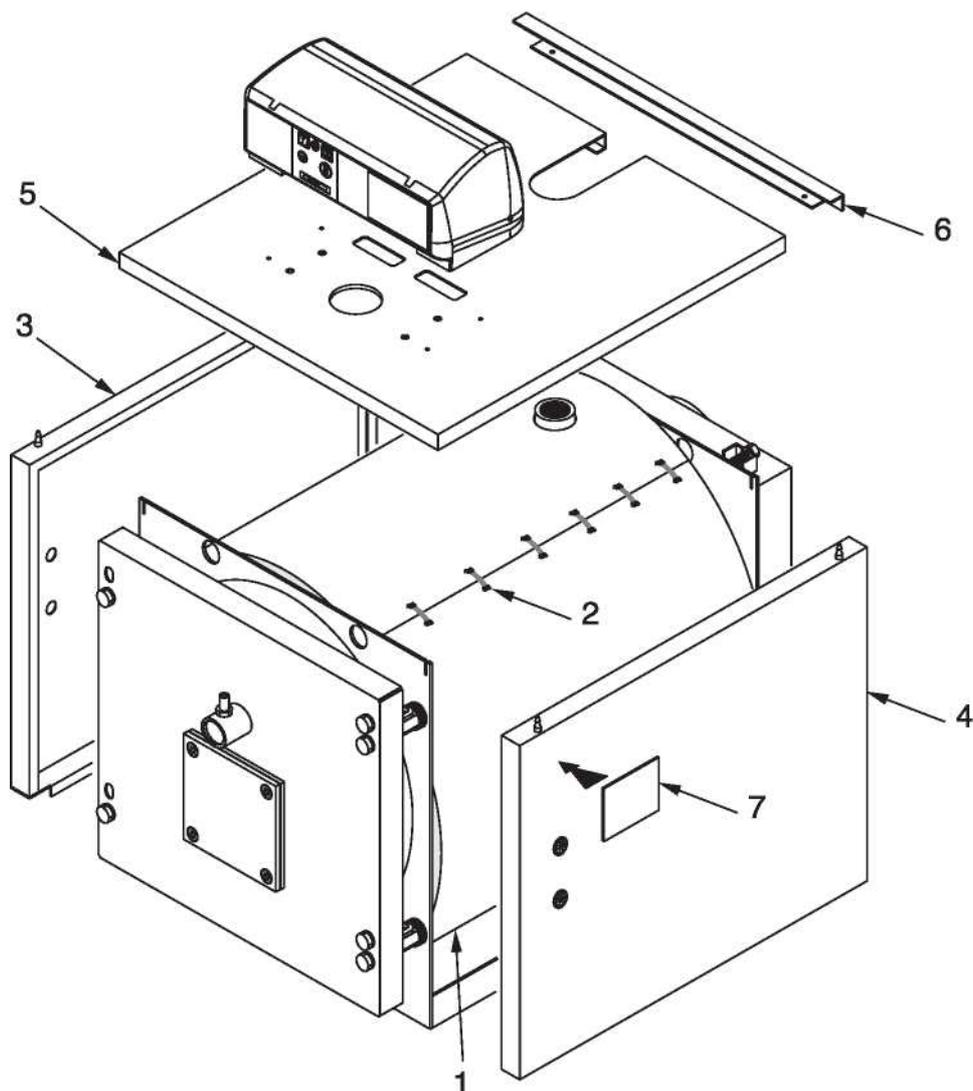

рис. 8
Ёмкости подачи и обратки отопления должны подключаться к фитингам котла как указано на рис. 8.
N.B. Для моделей от **MD 64** до **MD 291** (см. рис. 8 и 9), обшивка и теплоизоляция находятся в одной упаковке маркированной:
Последовательность монтажа (см. рис. 8 и 9)